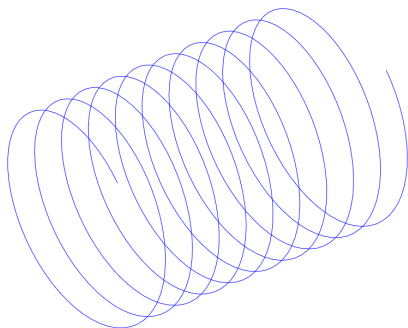

图 4-13 打开素材模型
(1) 单击常用工具栏中的【打开】按钮, 打开一幅素材模型, 如图 4-13 所示。